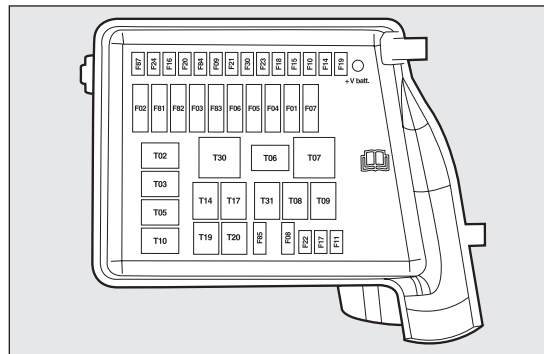

Abb. 128
Die Nummerierung zur Kennzeichnung des elektrischen Bestandteils, das jeder Sicherung entspricht, ist auf der Rückseite des Deckels sichtbar Abb. 128.
**Verteiler im Motorraum - Abb. 128****SICHERUNG****AMPERE**